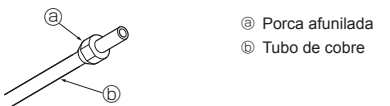

Fig. 5-4
5.3.3. Colocação da porca (Fig. 5-4)